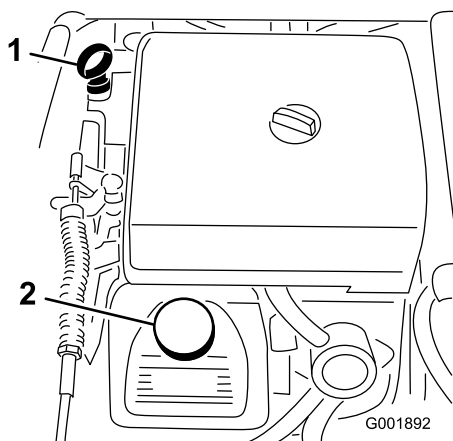

図 21
2. ディップスティックを抜き、ウェスで一度きれいに拭く(図 21)。ディップスティックを、チューブの根元までもう一度しっかりと差し込む。ディップスティックを引き抜いて油量を点検する。
3. 油量が少なければ、バルブ・カバーの上についている補給口(図 21)を開け、ディップスティックの Full マークまでオイルを補給する；オイルの種類や粘度の選択についてはエンジンの整備，43ページ「エンジン・オイルについて」を参照。補給するときは、ディップスティックで確認しながら少量ずつ入れてください。入れすぎないように注意してください。